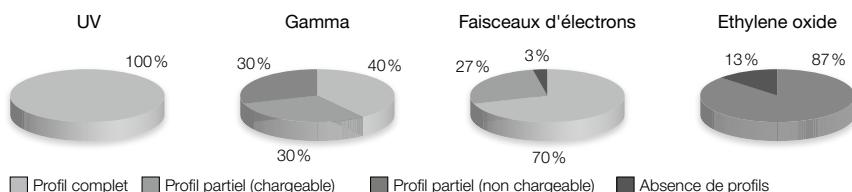

Figure 1 Selon Shaw et al, 2008, Comparison of the effects of sterilization techniques on subsequent DNA profiling. Int J Legal Med 122 : 29–33.
**NucleoSpin® Tissue XS** est souvent utilisé dans des applications très sensibles et le processus de fabrication a donc été optimisé pour réduire le risque de contamination par l'ADN. MACHEREY-NAGEL dispose d'un processus de production rigoureusement contrôlé afin d'éviter la contamination des consommables par l'ADN. En outre, MACHEREY-NAGEL utilise un traitement à l'oxyde d'éthylène (OE) pour éliminer l'ADN amplifiable qui pourrait encore être introduit au cours du processus de fabrication. Les produits MACHEREY-NAGEL portant le logo de qualité forensic contiennent des composants plastiques traités à l'oxyde d'éthylène. Cela signifie que l'ADN, quel qu'il soit, qui pourrait encore être introduit dans les consommables en plastique au cours du processus de production, est inactivé par le traitement à l'oxyde d'éthylène, afin d'empêcher la génération d'un profil humain accidentel par amplification PCR. Le traitement à l'oxyde d'éthylène s'est révélé être la méthode de choix pour prévenir les profils d'ADN dus à la contamination par l'ADN (Shaw et al. 2008 ; Figure 1).
Un volume d'élution de 20 µL est recommandé par défaut, cependant des volumes allant jusqu'à 5 µL peuvent être appliqués sur la colonnes XS. Une réduction du volume d'élution de 20 µL à 5–15 µL augmentera la concentration d'ADN alors que le rendement total d'ADN n'est que légèrement affecté. Une augmentation du volume d'élution à 30 µL ou plus augmentera légèrement le rendement total d'ADN mais réduira la concentration d'ADN. La figure 1 donne une description graphique de la corrélation entre le volume d'élution et la concentration d'ADN et vous aidera ainsi à trouver le volume d'élution optimisé pour votre application.